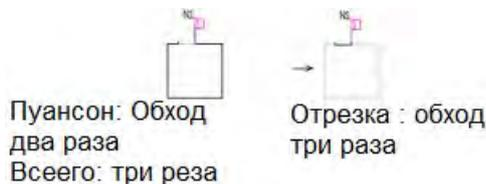

Рис. 2
(2) Trimming (Обход): Если отмечен Trimming , то отрезка пуансона происходит за несколько проходов , как на рис. 2